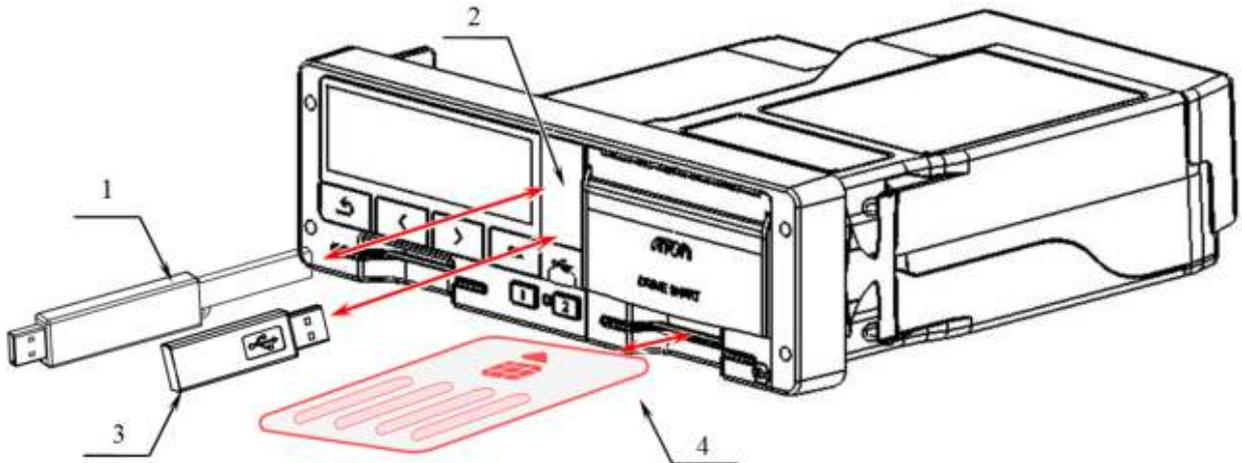

Рисунок 20. Выгрузка данных
- с помощью USB накопителя. Подключение USB накопителя к тахографу производится через USB разъем, расположенный под защитным колпачком (см. Рисунок 20 Выгрузка данных). Необходимая навигация по пунктам меню тахографа подробно указана ниже.